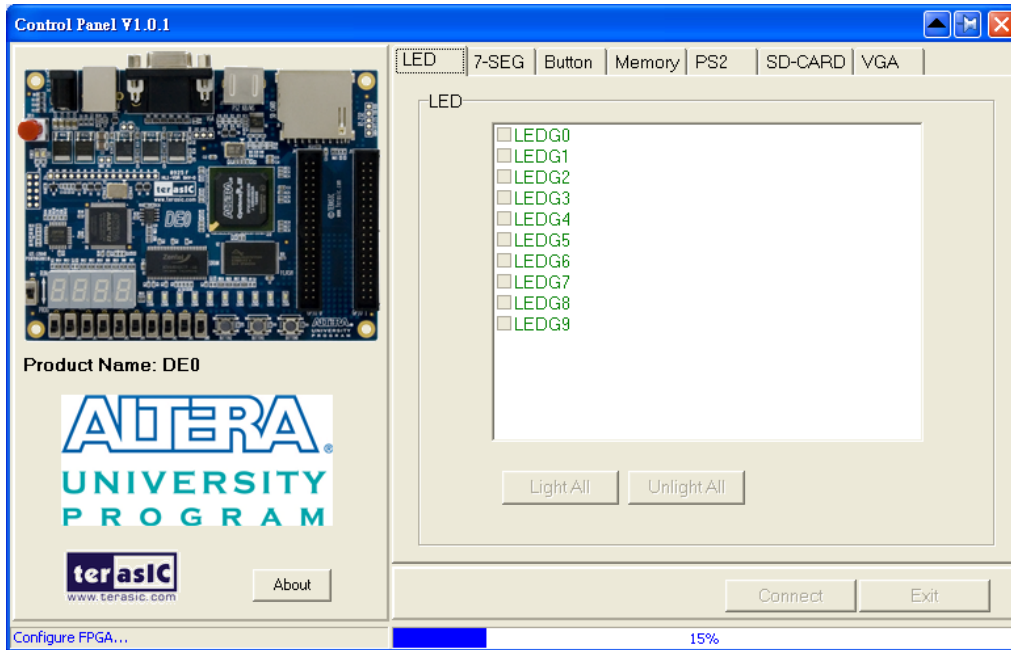

图 3-1 DE0 控制面板
4. 在 PC 端执行 DE0_ControlPanel.exe，控制面板的用户界面如图 3-1 所示